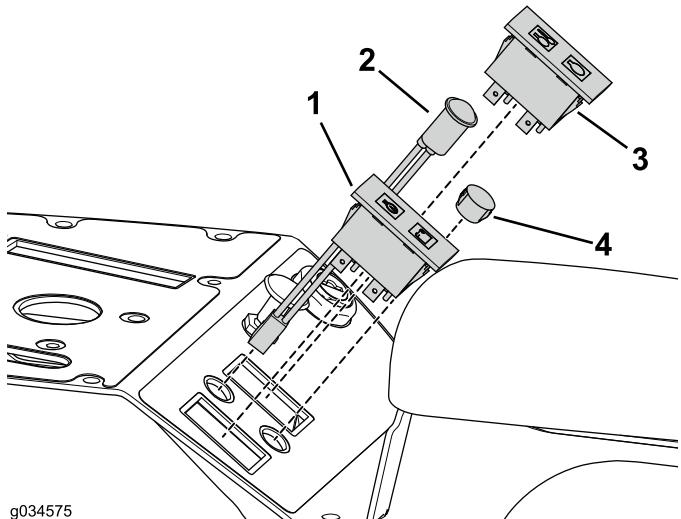

Рисунок 10
1. Снимите предупреждающие индикаторы с узла консоли (при наличии) (Рисунок 10).